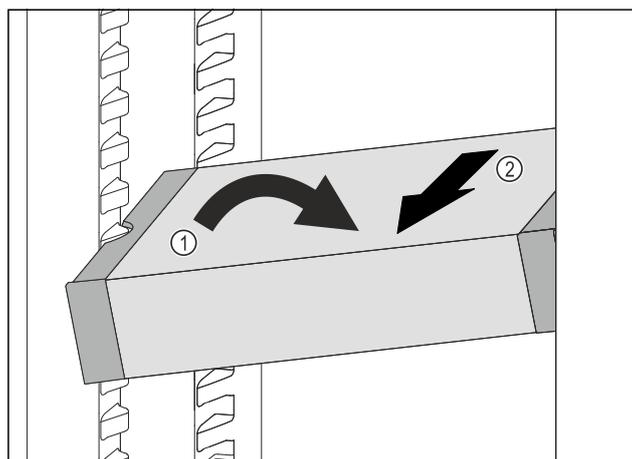

Fig. 143
- ▶ VarioSafe postavte v chladničce šikmo. Fig. 143 (1)
- ▶ VarioSafe odeberte směrem dopředu. Fig. 143 (2)